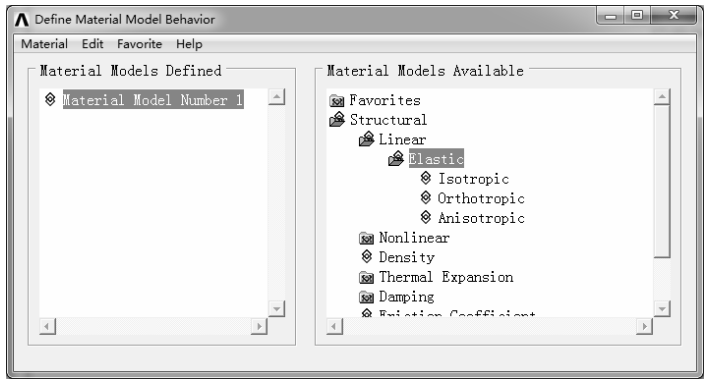
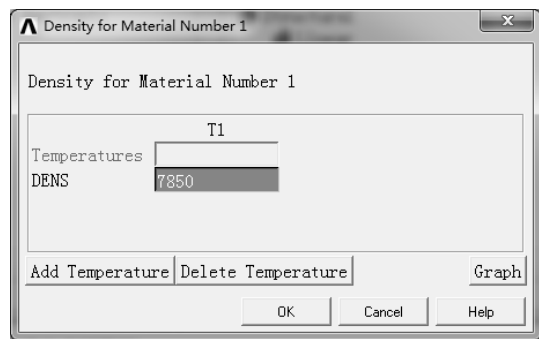

图 7-175 “Define Material Model Behavior”对话框
图 7-177 “Density for Material Number1”对话框
1) 选择“Main Menu>Preprocessor>Materials Props>Material Models”命令，弹出“Define Material Model Behavior”对话框，如图 7-175 所示。
3) 在图 7-175 所示对话框右侧列表中选择“Density”，弹出“Density for Material Number1”对话框，在“DENS”文本框中输入密度为 7850，如图 7-177 所示。单击“OK”按钮确认。